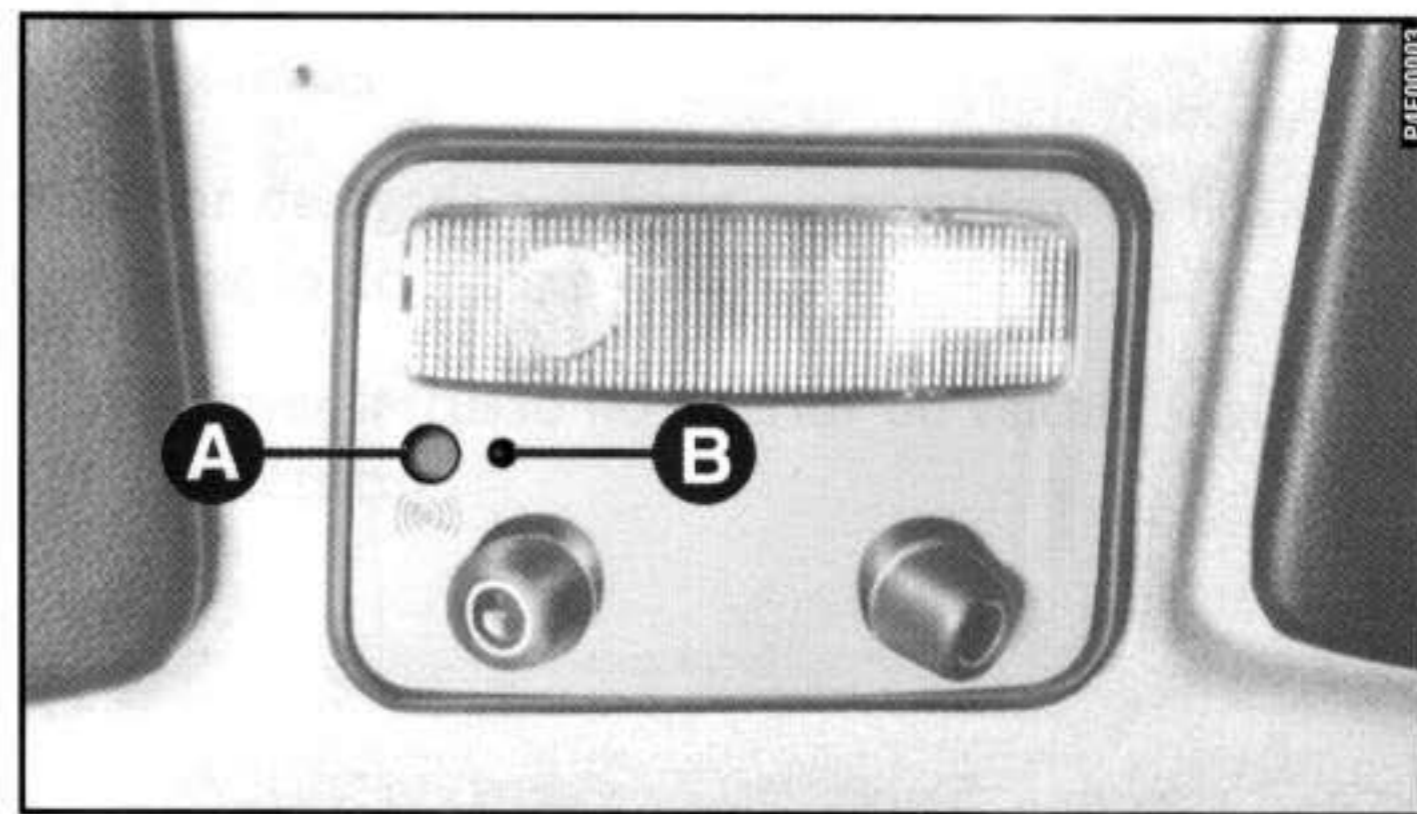

fig. 6
1) Com o motor funcionando, pressionar rapidamente o botão **A** **fig. 6**, desligar o motor e ativar o alarme eletrônico dentro de 8 segundos.
Se, ao ativar o sistema de alarme, o bip for acompanhado (após um segundo) de um outro bip mais longo, aconselha-se a recontrôlar o fechamento das portas, do capô do motor e do porta-malas. Controlar também as duas cápsulas de ultra-som no conjunto da luz interna **fig. 6**. Em seguida, tentar ativar o alarme eletrônico novamente. Se a situação se repetir, dirigir-se à **Rede Assistencial Fiat**.